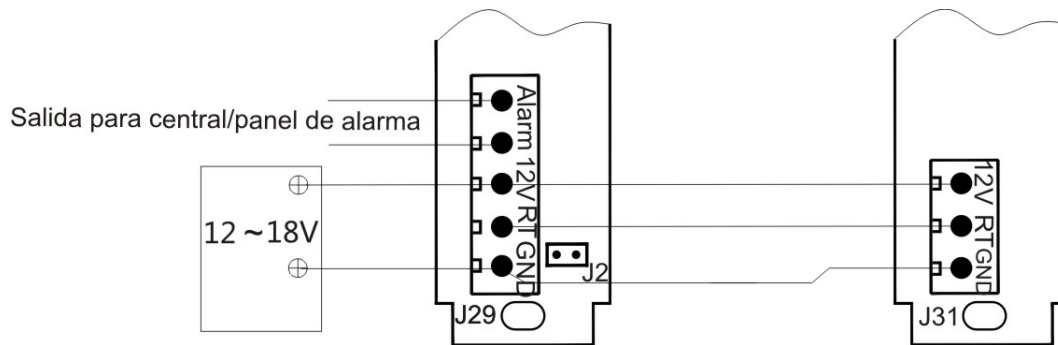

Figura 8
1- Ajuste el transmisor (TX) y el receptor (RX) en el mismo nivel vertical. Luego, gire el RX lentamente hacia la izquierda hasta que la alarma (Buzzer) se active. Haga lo mismo hacia la derecha, determinando así las posiciones críticas de cada uno, según se indica en la Figura 8. Por fin, posicione el RX en la posición central, en relación a las posiciones críticas. Los sensores estarán alineados en cuanto el LED esté apagado y el buzzer no emita cualquier sonido.